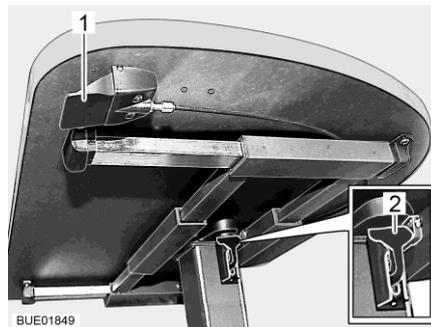

Fig. 63 Table à hauteur réglable avec touche de déverrouillage
- Tirer le levier de verrouillage (Fig. 63,2) vers le bas ou l'enfoncer.
- Pousser le levier de verrouillage (Fig. 63,2) vers le haut.
- Pousser la touche de déverrouillage (Fig. 63,1) et la maintenir poussée. Le plateau de table s'élève alors automatiquement jusqu'à la butée de fin de course.
- Lâcher la touche de déverrouillage (Fig. 63,1). Le plateau de table reste dans la position choisie.
- Pousser la touche de déverrouillage (Fig. 63,1) et la maintenir poussée.
- Lâcher la touche de déverrouillage (Fig. 63,1). Le plateau de table reste alors dans la position la plus basse.